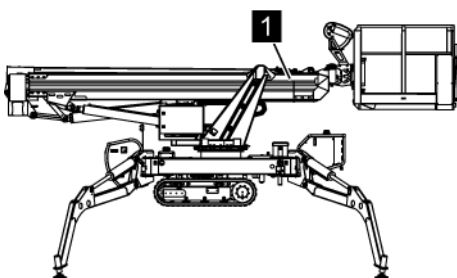

Abb. 227: Oberarm anheben
2. → Oberarm (Abb. 227/1) anheben, bis dieser etwa waagrecht steht (☞ Kapitel 6.9 „Maschine betreiben“ auf Seite 107).